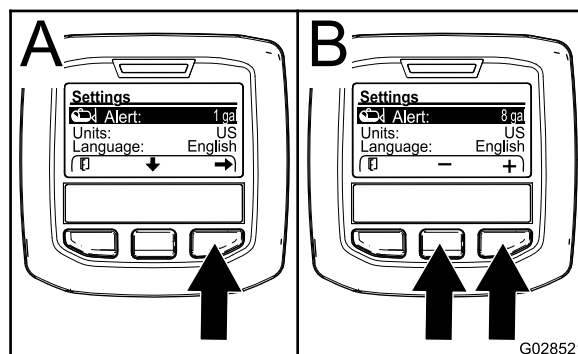

図 70
2. 中央ボタンを押して、警報Alert設定をハイライトさせる 図 70。
3. 右ボタンを押す 図 70。
4. 中央ボタンと右ボタンを使用して、散布中にタンク残量が何パーセントになったら警報を表示させるかの設定を行う 図 70。